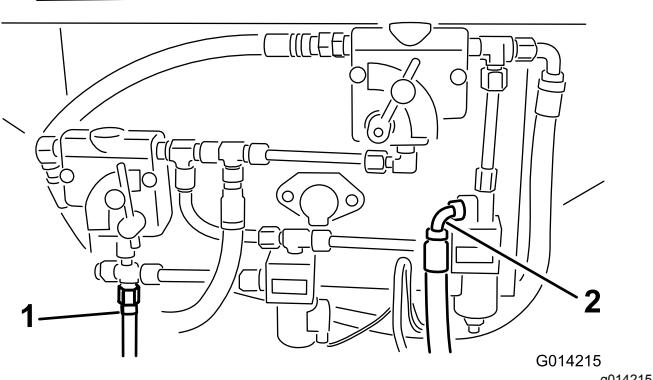
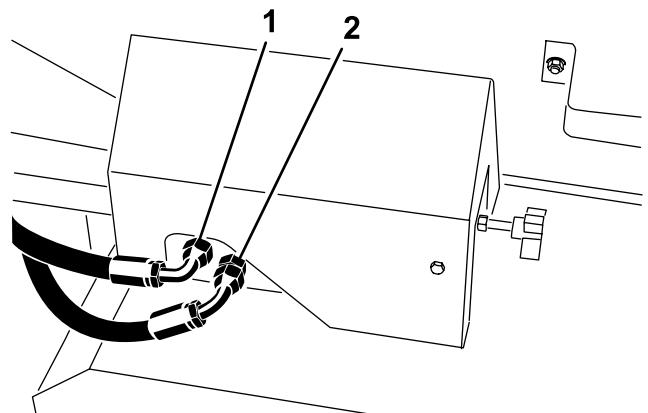
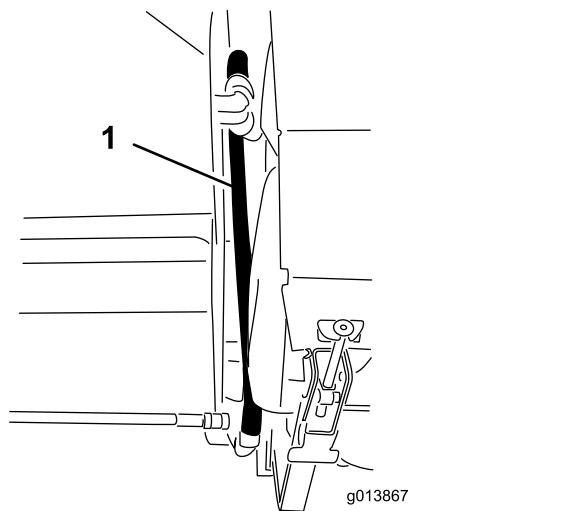
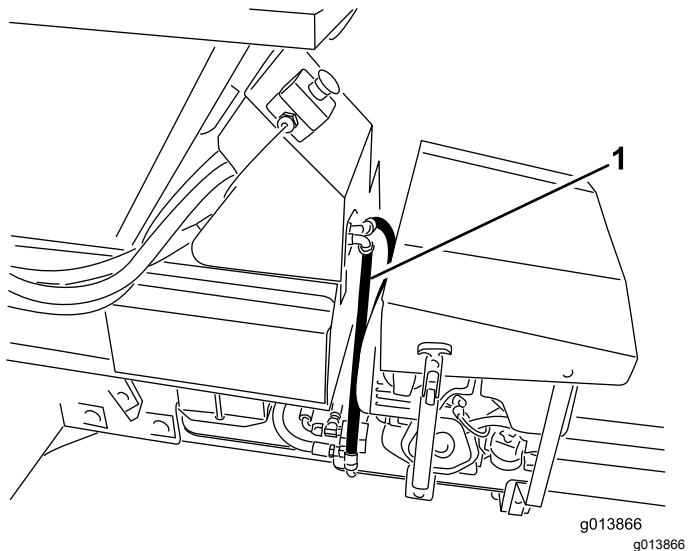

図 14
図 15
図 16
図 17
40. プロパスベースモデルの高圧側および戻り側の油圧接続を確認する。SHバージョンについては図 14 を参照、EHバージョンについては図 15 を参照。
41. もし、加圧側および戻り側ホースが 図 14 および 図 15 に示す位置に取付けてあった場合には、取り外す。
42. 油圧ホースを油圧コントロールパネルに接続する。SH バージョンについては 図 14 と 図 16 を参照、EH バージョンについては 図 15 と 図 17 を参照。